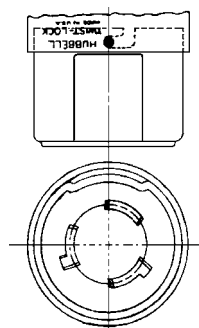

Fig. 2
9. Faire glisser le carter arrière jusqu'au corps du connecteur et aligner les deux griffes à l'intérieur du carter avec les deux encoches moulées dans le corps du connecteur. Pousser à fond le carter arrière sur le corps et le faire tourner légèrement. Ceci engage les deux griffes dans les encoches en «L» dans l'enveloppe métallique du corps pour empêcher l'ensemble de se défaire. Voir la Fig. 2 (Les griffes sont montrées en noir).
12. Pour assurer un montage correct, vérifier que la griffe près de la marque Hubbell du carter arrière est située dans l'axe central de la dépression dans le carter métallique avant et que les deux encoches en «L» du carter avant sont complètement recouvertes par le carter arrière. Voir la fig. 2 (les griffes sont montrées en noir).